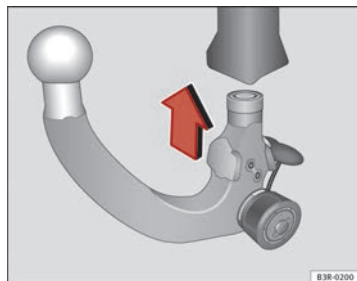

Abb. 170 Abnehmbare Anhängervorrichtung: Kugelstange einsetzen
- Führen Sie die vorgespannte Kugelstange in den Aufnahmebohrer ein und drücken Sie sie in Pfeilrichtung ⇒ Abb. 170 nach oben ⇒ Δ. Der Verriegelungsvorgang erfolgt automatisch. Dabei muss ein deutliches Einrastgeräusch hörbar sein.